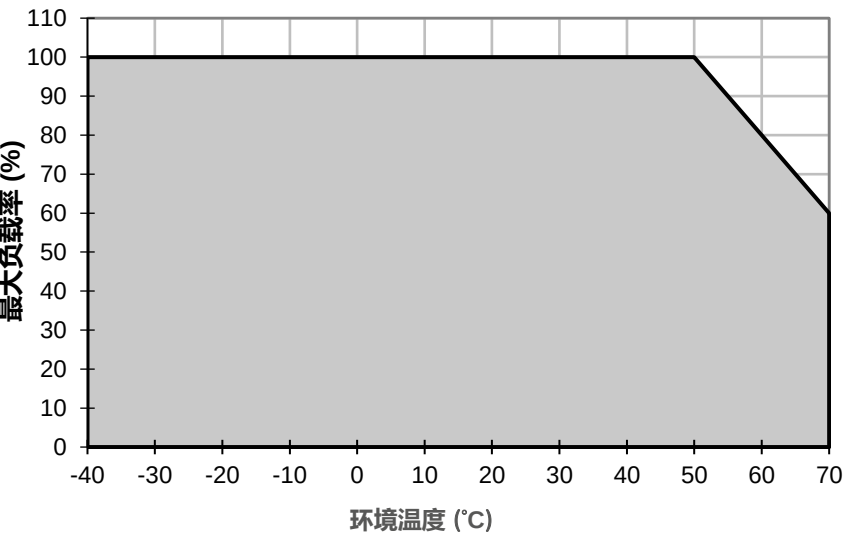

图. 1 水平安装功率降额
1. 如电源供应器持续在额定功率曲线外区间使用，可导致零部件降级或损坏，参见图 1 图 2。